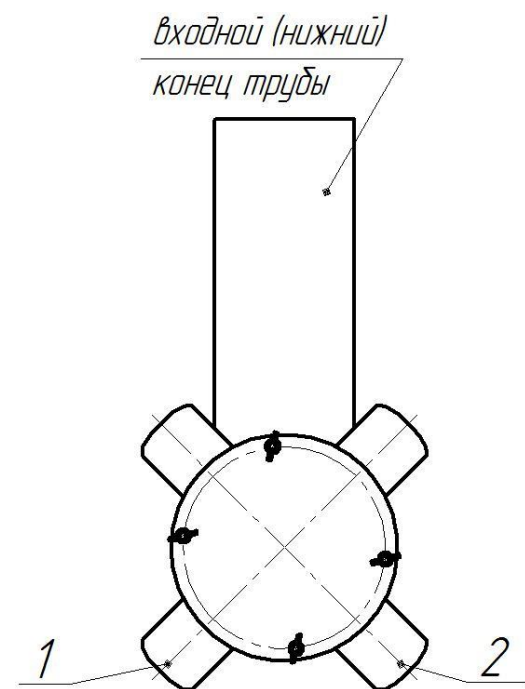

Рис. 4.13.1. Ориентация патрубков первичного распределителя
**4.13.2.** Установите распределитель на трубу 2, затянув стопорные болты М6х20 и контргайки. Во избежание деформации трубы 2 болты зажать сначала вручную, затем еще на один оборот ключом. Патрубки распределителя должны быть ориентированы под углом 45° к плоскости трубы 2 (рис. 4.13.1).
Входные концы вторичных распределителей крайних труб должны быть соединены с патрубками 1 и 2 первичного распределителя (рис. 4.13.1), обращенными к раме. Все четыре (для ПК-6,1 – два, для ПК-6,1Р – четыре, для ПК с отдельным высевом семян и удобрений – восемь) шланга должны быть одинаковой длины (примерно 5,5 м) для обеспечения поступления одинакового количества семян на все вторичные распределители. Рекомендуется отмерить один из шлангов по месту, обеспечив свободный ниспадающий ток семян по шлангу; три остальных шланга отмерить по длине первого.